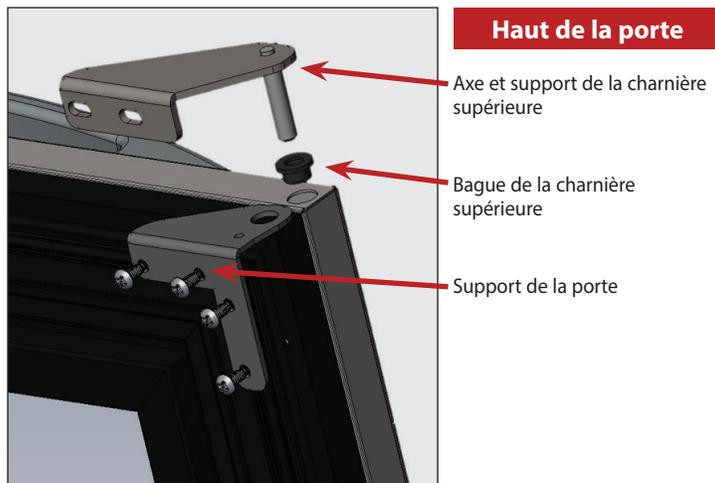

Fig. 4a. Composants de la charnière supérieure.
1. Retirez toute la quincaillerie de porte, à l'exception de la poignée (voir les fig. 4a et 4b). Mettez les supports de porte de côté.